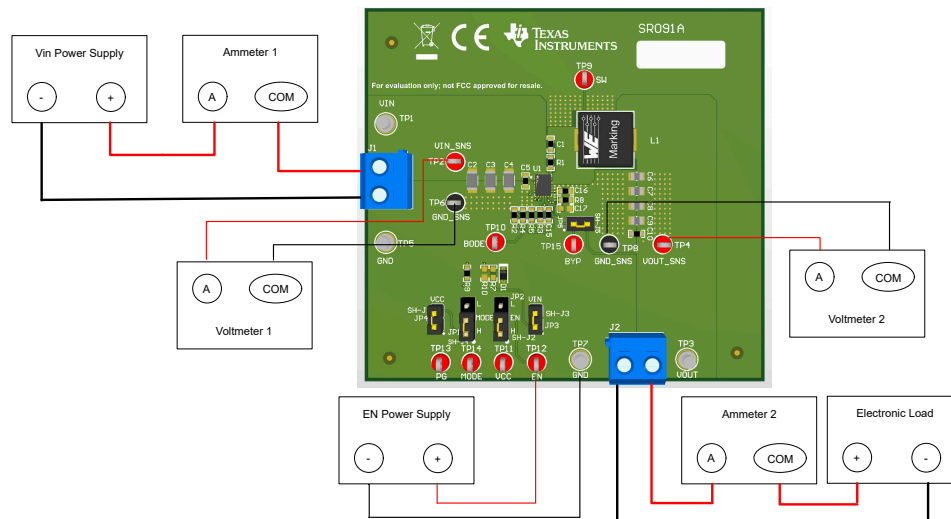

图 2-1. EVM 测试设置
参考表 2-1 所述的 EVM 连接，建议用于评估 TPS51388 的测试装置如图 2-1 所示。在提供 ESD 保护的工作站上工作时，请确保在处理 EVM 之前已连接所有腕带、靴带或垫子以使用户接地。
1. 在连接直流输入源之前，将输入电源的电流限值设置为最大 0.1A。确认输入源最初设置为 0V 并连接到 VIN\_SNS 和 GND\_SNS 连接点，如图 2-1 所示。
2. 连接 EN 直流源并将输入电源的电流限值设置为最大 0.1A。确认输入源最初设置为 0V 并连接到 EN 和 GND\_SNS 连接点，如图 2-1 所示。